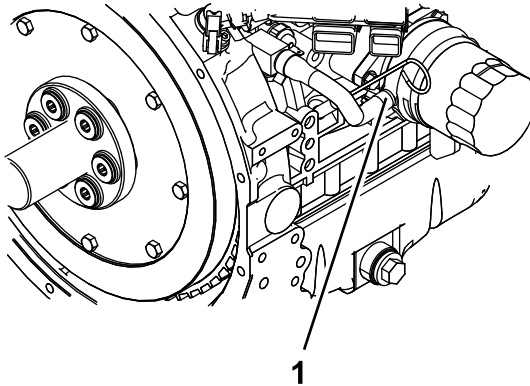

Figura 59
- Retire la manguera de refrigerante del enfriador de aceite y vacíe el refrigerante del bloque motor (Figura 59).